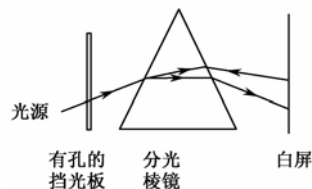

图 1-1 分光试验示意图
1. 让白光经过带小孔的挡光板，通过棱镜后，投射到白色的屏幕，光路如图 1-1 所示。